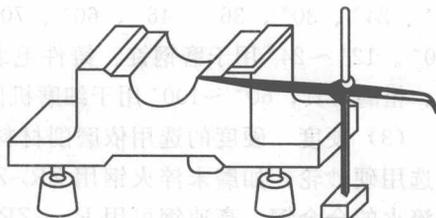

图 1-25 立体划线
- ② 立体划线。在毛坯（或工件）的几个表面进行划线，称立体划线，如图 1-25 所示。